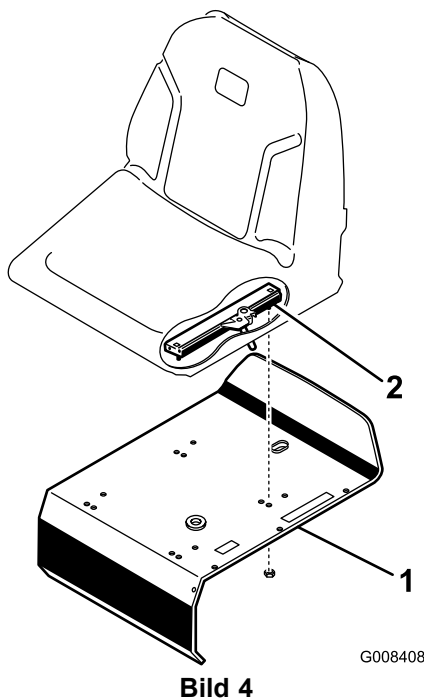

Bild 4
3. Befestigen Sie den Sitz, das Sitzseitenteil und die Sitzführungen mit den Sicherungsmuttern (5/16 Zoll) (Bild 4), die den losen Teilen beiliegen, an der Sitzstütze.